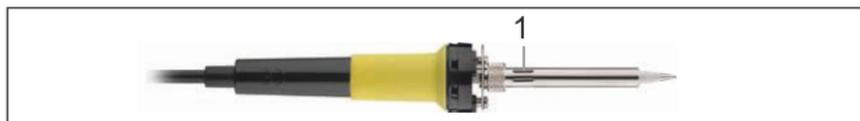

Fig.68: Ciocan de lipit
- Verificați poziția manșonului tubular cu șurub cu cap molețat, ce se folosește pentru fixarea vârfului de lipire. Consultați fig. 68.